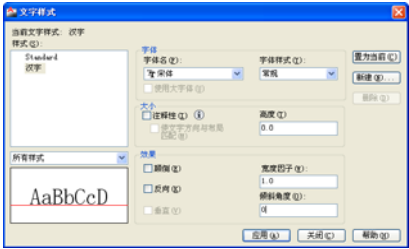

图 5-17 设置字体参数
- 02 在命令行中输入“Style”或使用快捷键“ST”，激活【文字样式】命令，创建一种名为“宋体”的样式，同时设置该样式的字体、高度以宽度比例参数，如图 5-17 所示。